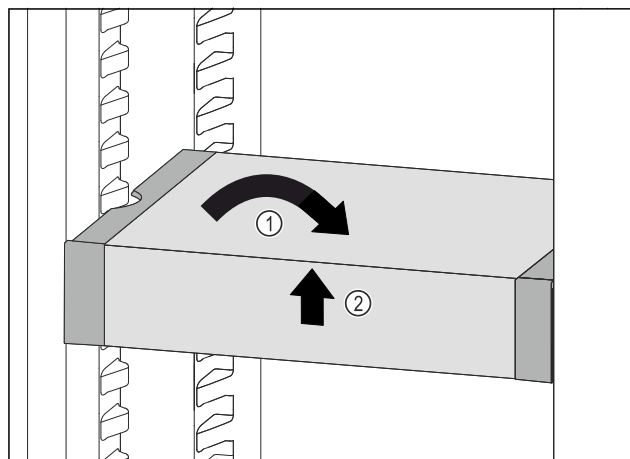

Fig. 198
- ▶ VarioSafe postavte rovně. Fig. 198 (1)
- ▶ VarioSafe vpředu zvedněte. Fig. 198 (2)